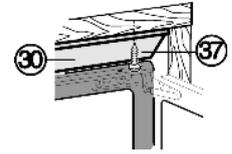

Fig. 35
- ▶ Visser la cornière de compensation Fig. 35 (30) par le bas avec deux vis Fig. 35 (37) au plafond du placard.